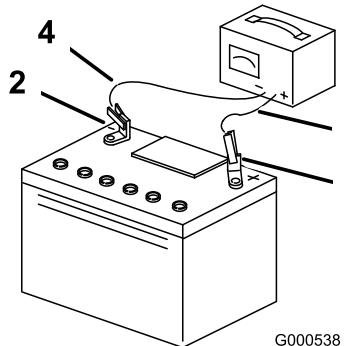

Figura 37
3. Quando la batteria è completamente carica, staccate il caricabatterie dalla presa elettrica e scolatevi i cavi di ricarica dai poli della batteria (Figura 37).